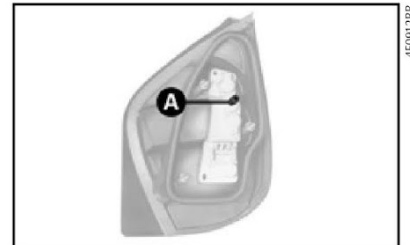

fig. 22
- 1) por dentro do porta-malas, levantar a abertura no carpete e soltar a porca **A-fig. 22**.